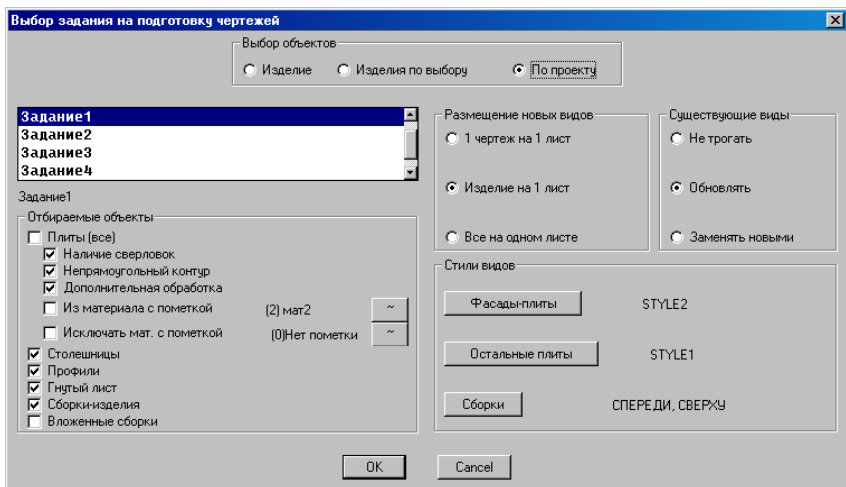
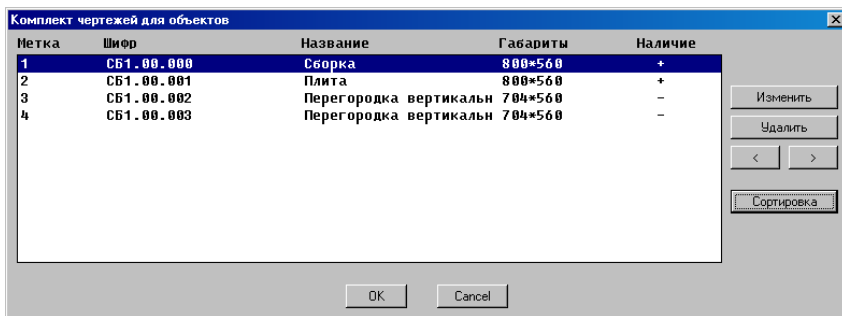

Рис. 9.3 Диалоговое окно “Задания на подготовку чертежей”
Рис. 9.4 Комплект чертежей для объектов
3D-Constructor позволяет автоматически сформировать по проекту либо по изделию (сборка, которая не входит ни в одну другую сборку) комплект чертежей, который включает в себя многовидовые чертежи деталей и сборочные чертежи сборки. Комплект чертежей формируется по одному из заданий на подготовку чертежей, команда **Документ >> Комплект чертежей**, см. рис. 9.3 стр. 365 (база заданий настраивается и редактируется командой **Сервис >> Настройка чертежей >> Задания на комплект чертежей**). Задание определяет:
- по каким объектам готовятся чертежи (зона “Отбираемые объекты”, рис. 9.3);
- способ размещения чертежей (зона “Размещение новых видов”, рис. 9.3);
- “поведение” уже существующих видов (зона “Существующие виды”, рис. 9.3);
- стили видов объектов и количество видов (зона “Стили видов объектов”, рис. 9.3).
Внимание! Используя разные задания, можно подготовить различные виды объектов для разных служб предприятия. Формирование дополнительного вида при обработке задания выполняется в том случае, если вид с таким стилем (задание– это формирование вида по стилю) еще не существует. Подробнее о стилях видов см. в разделе 9.2.5, стр. 367. Если вид по стилю выполняемого задания уже существует, то он либо обновляется, либо остается без изменений (зависит от настройки в зоне “Существующие виды”, рис. 9.3).
После выбора задания и нажатия кнопки “Ok” в окне представленном на рис. 9.3, стр. 365, открывается диалоговое окно “Комплект чертежей для объектов”, рис. 9.4.